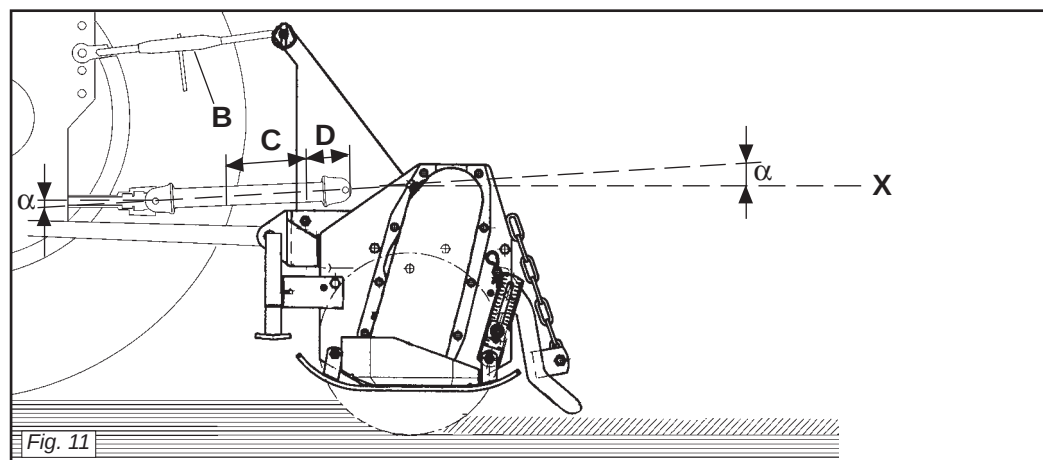
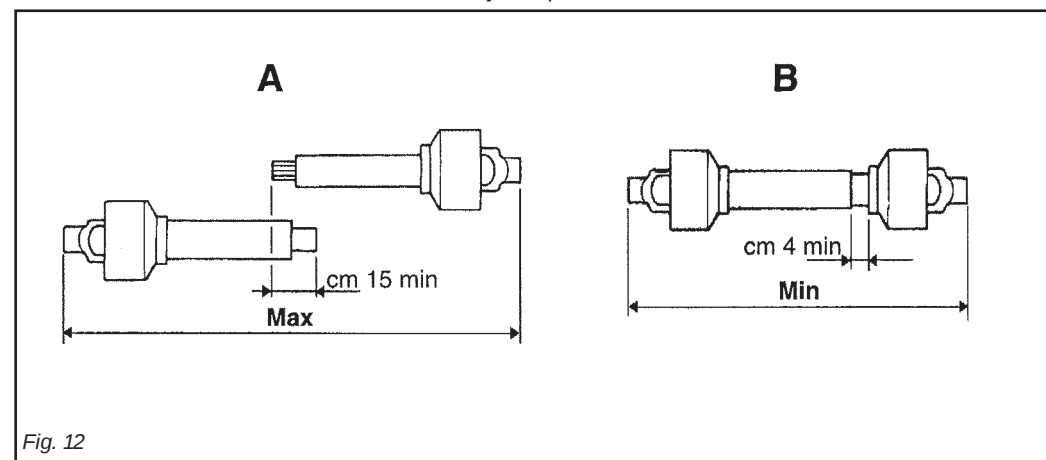

Fig. 11
Fig. 12
Pour obtenir cette condition augmenter ou diminuer la longueur de la barre supérieure de l'attelage (B Fig. 11) de manière à ce que l'axe (X Fig. 11) de la bague cannelée de la boîte soit parallèle au sol.
Um dies zu erhalten, die Länge der oberen Kupplungsstange (B Abb. 11) erhöhen oder verringern, bis die Achse (X Abb. 11) der Keilmutter des Gehäuses parallel zum Boden steht.
Para ello aumentar o disminuir la longitud de la barra superior del enganche (B Fig. 11) en modo de llevar el eje (X Fig. 11) de la tuerca ranurada de la caja paralela al terreno.
- I due angoli (α Fig. 11) formati dalle assi delle forcelle e l'asse dei tubi scorrevoli saranno uguali e non dovranno superare i 10°.
- La copertura (C Fig. 11) dei tubi scorrevoli deve essere di 15 cm minimo (Fig. 12).
- I due tubi dell'albero di trasmissione a cardano non si devono ricoprire completamente, una corsa di sicurezza (D Fig. 11) di 4 cm minimo deve sussistere.
- Gli angoli (α Fig. 11) dei cardani non devono essere superiori a 40° (Fig. 11).
- The two angles (α Fig. 11) formed by the fork axes and the axis of the sliding tubes will be equal and must not exceed 10°.
- The sliding tubes (C Fig. 11) must overlap by at least 15 cm (Fig. 12).
- The two tubes of the driveline shaft must not fully overlap. There must always be a safety travel (D Fig. 11) of at least 4 cm.
- The angles (α Fig. 11) of the drivelines must not exceed 40° (Fig. 11).
- Die beiden Winkel (α Abb. 11), die aus den Achsen der Gabeln und der Achse der Gleitrohre bestehen, müssen gleich groß sein und dürfen auf keinen Fall größer als 10° sein.
- Die Überdeckung (C Abb. 11) der Gleitrohre muss mindestens 15 cm ausmachen (Abb. 12).
- Die beiden Rohre der Gelenkwelle dürfen sich nicht ganz überdecken. Es muss noch einen Sicherheitshub (D Abb. 11) von mindestens 4 cm geben.
- Die Winkel (α Abb. 11) der Gelenkwellen dürfen nicht größer als 40° sein (Abb. 11).
- Les deux angles (α Fig. 11) formés par les axes des fourches et l'axe des tubes coulissants doivent être identiques et ne doivent pas dépasser 10°.
- La couverture (C Fig. 11) des tubes coulissants doit être au minimum de 15 mm (Fig. 12).
- Les deux tubes de l'arbre de transmission à cardans ne doivent pas se recouvrir complètement, il doit rester une course de sécurité (D Fig. 11) de 4 cm au minimum.
- Les angles (α Fig. 11) des cardans ne doivent pas être supérieurs à 40° (Fig. 11).
- Los dos ángulos (α Fig. 11) formados por los ejes de las horquillas y el eje de los tubos corredizos serán iguales y deberán superar los 10°.
- La cobertura (C Fig. 11) de los tubos corredizos debe ser como mínimo de 15 cm (Fig. 12).
- Los dos tubos del árbol de transmisión de cardán no se deben cubrir completamente, debe quedar una carrera de seguridad (D Fig. 11) de 4 cm como mínimo.
- Los ángulos (α Fig. 11) de los cardanes no deben ser superiores a 40° (Fig. 11).
Quando esso è inserito al massimo, il gioco minimo consentito deve essere di 4 cm. (Fig. 12).
When fully inserted, the minimum play must be 4 cm. (Fig. 12).
Quand il est entièrement rentré, le jeu minimum admissible doit être de 4 cm. (Fig. 12).
Wenn die beiden Teile ganz zusammen geschoben sind, muß das kleinstmögliche Spiel 4 cm ausmachen. (Abb. 12).
Cuando está inserido al máximo, el juego mínimo permitido debe ser de 4 cm. (Fig. 12).